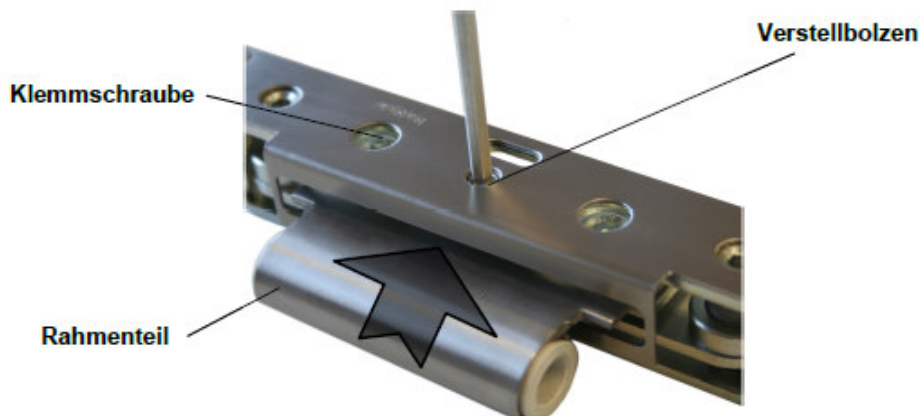

Abbildung 2: Rahmenteil einführen
*Sollte sich das Rahmenteil nicht problemlos in die Objekt-Tasche einführen lassen, drehen Sie mit einem Innensechskant-Schlüssel der Größe 4 den Verstellbolzen in eine beliebige Richtung, bis das Rahmenteil ganz in die Objekt-Tasche hineinrutscht. Achten Sie auch darauf, dass die beiden Klemmschrauben gelöst sind. (Abb. 2)*